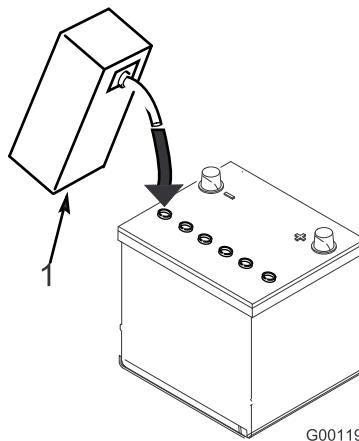

図 4
3. 各セルに慎重に電解液を満たす。電極板が 6 mm 程度水没するぐらいが適当（図 4）。
4. 電極板が液を吸収するまで20～30分間程度待つ。必要に応じて、電極板が 6 mm 程度水没するぐらいに電解液を補充する（図 4）。